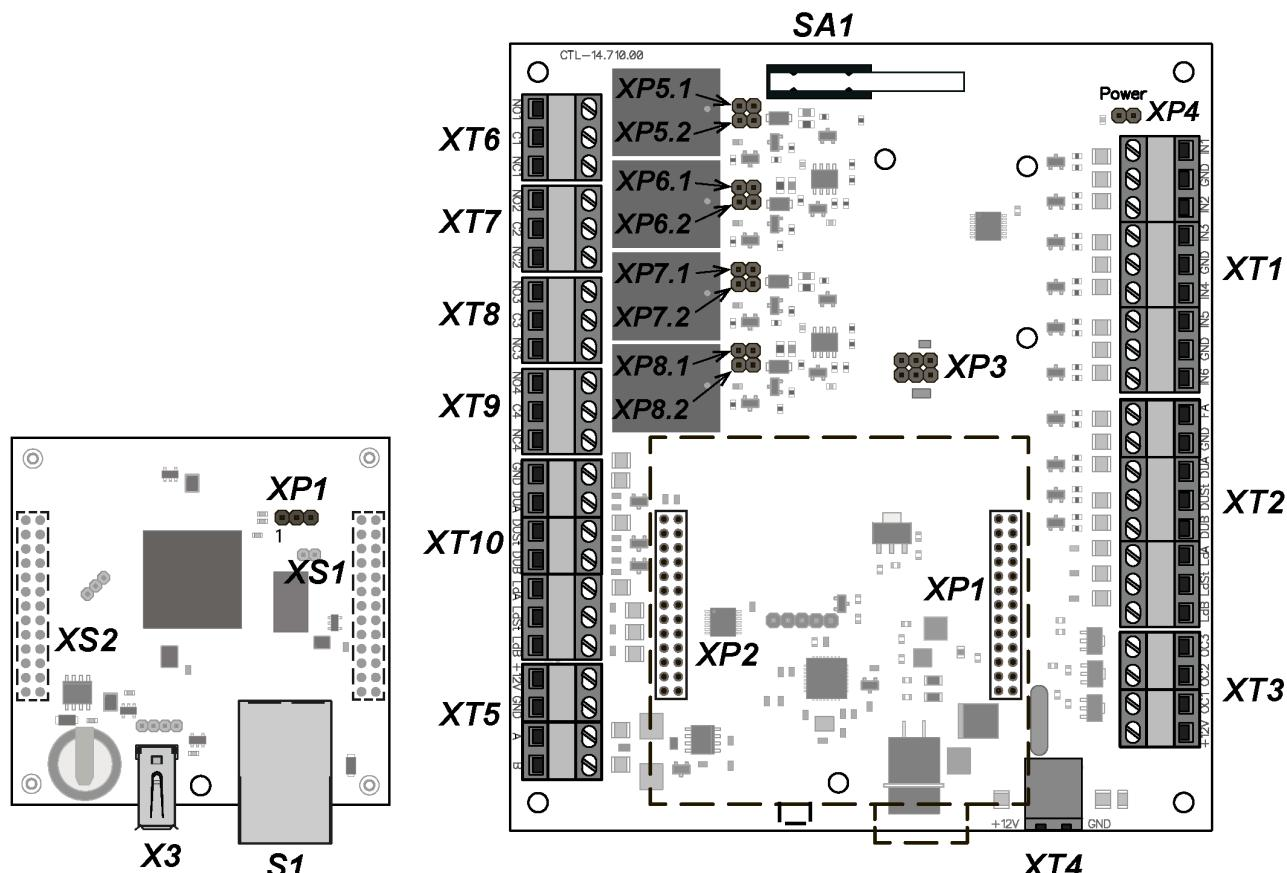

Рисунок 1. Внешний вид верхней и нижней плат контроллера
В состав контроллера входят две платы – верхняя (процессорный модуль) и нижняя (исполнительный модуль). Верхняя плата контактными колодками **XS1**, **XS2** вставляется в разъемы нижней платы **XP1**, **XP2** соответственно. Внешний вид верхней и нижней плат контроллера представлен на рис. 1. Назначение контактов клеммных колодок нижней платы контроллера приведено в табл. 1.
Контроллер обеспечивает контроль состояния шести входов под управлением выходами типа «сухой контакт» или «открытый коллектор» (OK): *IN1* – *IN6*. Подключение к входам осуществляется через клеммную колодку **XT1** нижней платы контроллера (см. рис. 1 и 4).